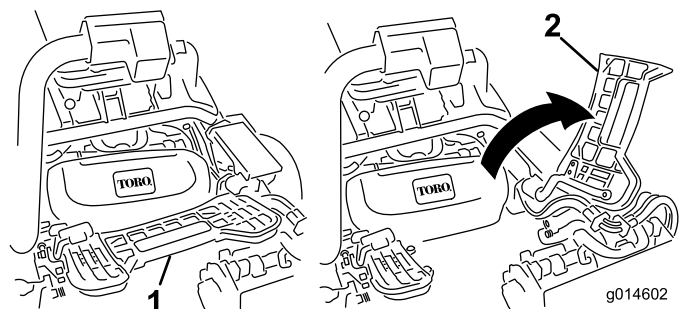

图31
2. 提起搁脚板并翻开，以便接触到中间滚刀组位置（图31）。